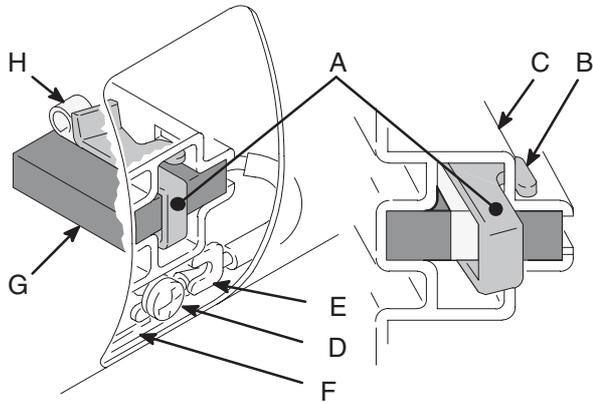

Abb. 5 01227
4. Abb. 5. Federclip 110816 (A) hineindrücken, um die Haken (B) vom Bürstenhalter (C) zu lösen. Den Federclip herausziehen.
5. Abb. 5. Steckerschraube (D) lösen. Bürstenkabel (E) wegziehen, das Motorkabel (F) jedoch belassen. Bürste (G) und Feder (H) entfernen.
8. Abb. 5. Bürstenkabel (E) unter die Scheibe der Klemmschraube (D) anziehen und Schraube festziehen. Darauf achten, daß das Motorkabel (F) mit der Klemmschraube verbunden.